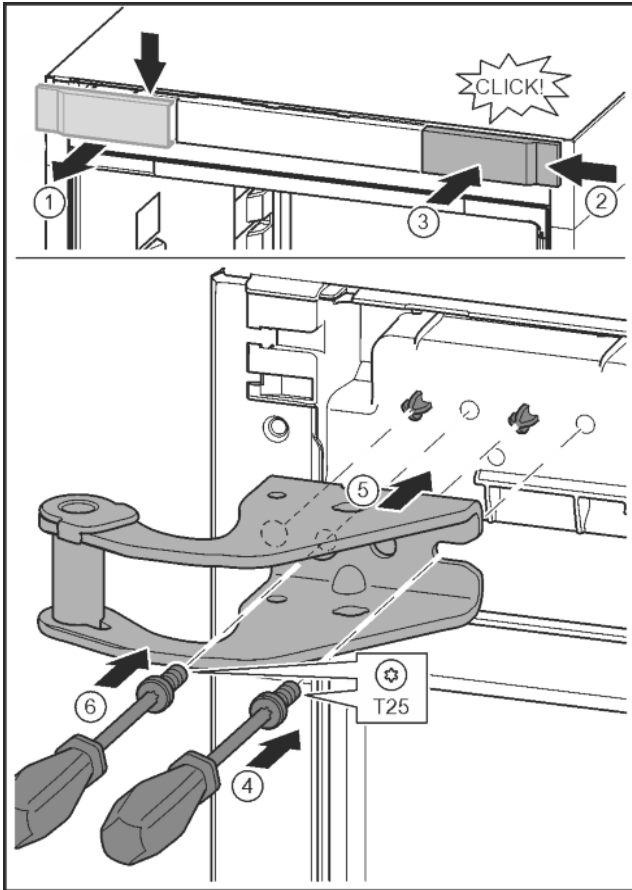

Fig. 10
- ▶ Oldja ki a fedelet, és oldalt vegye le. Fig. 10 (1)
- ▶ A fedelet 180°-kal elfordítva akassza be a másik oldalra jobbról. Fig. 10 (2)
- ▶ Pattintsa be a fedelet. Fig. 10 (3)
- ▶ T25 csavarhúzóval helyezze fel a csavarokat. Fig. 10 (4)
- ▶ Helyezze fel a felső csapágybakot. Fig. 10 (5)
- ▶ Húzza meg a csavart. Fig. 10 (4)
- ▶ A T25 csavarhúzóval helyezze be és húzza meg a csavart. Fig. 10 (6)